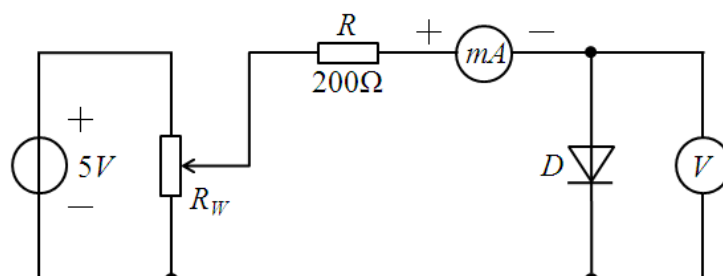

图 1.2
- 1) 测试电路如图 1.2 所示，图中 D 为二极管，型号为 1N4007， R_W 为可调电位器。